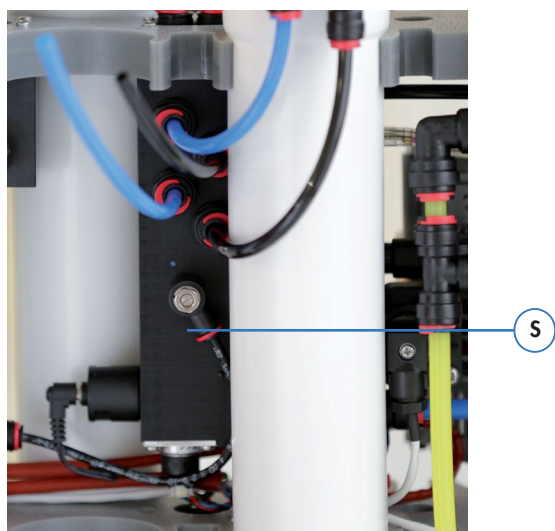

Fig. 9: Vis de réglage (S) destinée à définir une dilution
La vanne de dilution intégrée permet d'augmenter la conductance du perméat en mélangeant de l'eau d'alimentation. Le besoin de dilution dépend de l'utilisation finale. La vis de réglage (S) est située dans l'appareil, cf. **fig. 9**, vous pouvez effectuer le réglage à l'aide d'un tournevis plat. Vous pouvez consulter la conductivité (valeur de consigne) à l'écran.